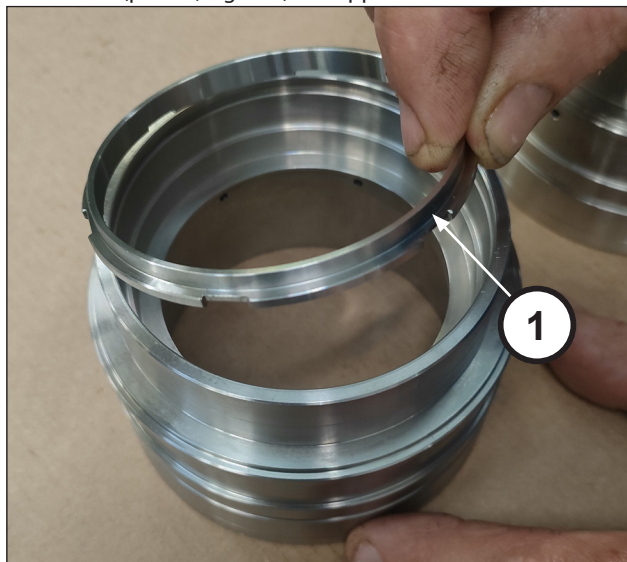
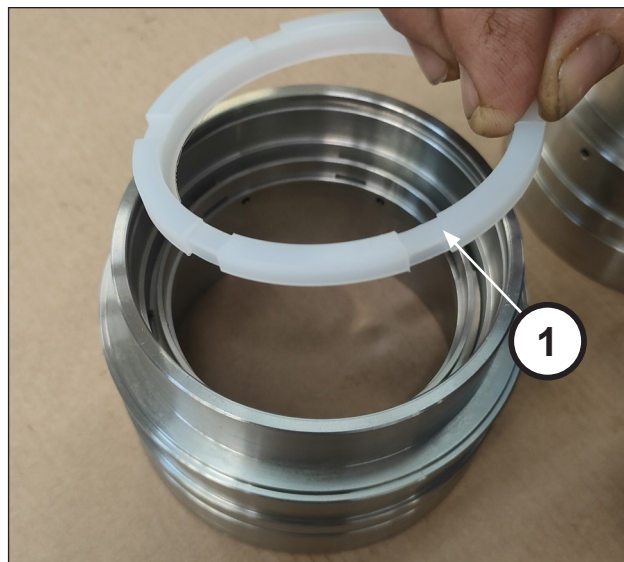

Fig. 149
Fig. 150
Inserire l'anello di testa raschiatore (pos. ①, Fig. 149) e l'anello raschiatore (pos. ①, Fig. 150) nell'apposita sede.